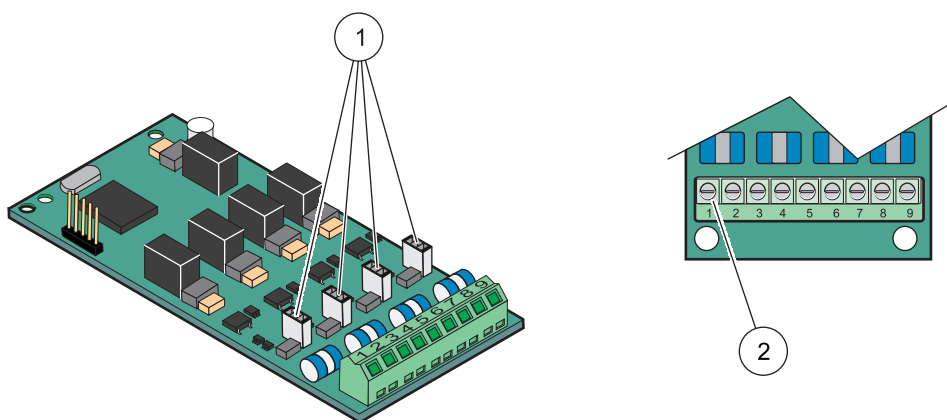

Figura 22 Configuración de conexión de cables y puente de tarjeta de entrada (YAB018)
4. Pase el cable a través de la base del módulo y prepárelo en forma adecuada e inserte cada cable en la terminal de acuerdo con las Figura 22 y Tabla 5. Tire suavemente en cada aislamiento para asegurarse de que la conexión esté segura.